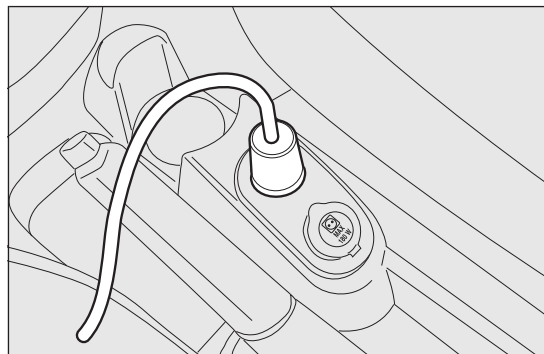
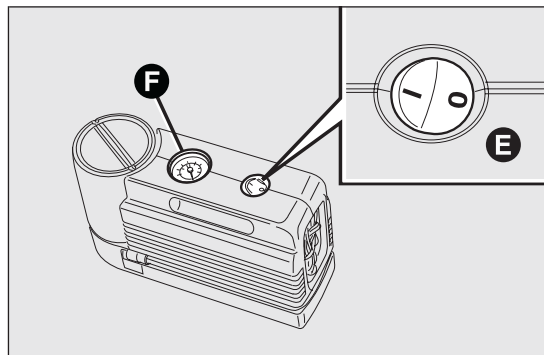

fig. 147
fig. 148
- assicurarsi che l'interruttore E fig. 148 del compressore sia in posizione 0 (spento), avviare il motore, inserire la spina D fig. 147 nella presa accendisigari e azionare il compressore portando l'interruttore E fig. 148 in posizione I (acceso). Gonfiare il pneumatico alla pressione prescritta nel paragrafo "Pressioni di gonfiaggio a freddo" del
capitolo "Dati tecnici". Per ottenere una lettura più precisa, si consiglia di verificare il valore della pressione sul manometro F fig. 148 con il compressore spento;